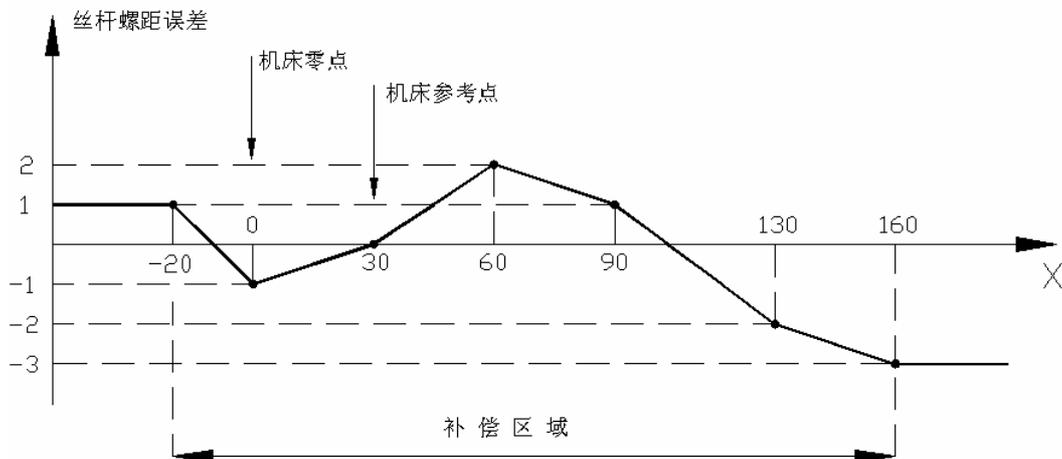

图 2.11 线性螺距误差补偿
9. CNC 把第一补偿测量点和最终补偿测量点的误差值，分别作为补偿区域之外部分的误差值(参见图 2.11 例)。